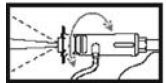

Figura 6
- Gire la cubierta de la boquilla para ajustar el patrón de rociado de chorro a rociado amplio (Figura 6).